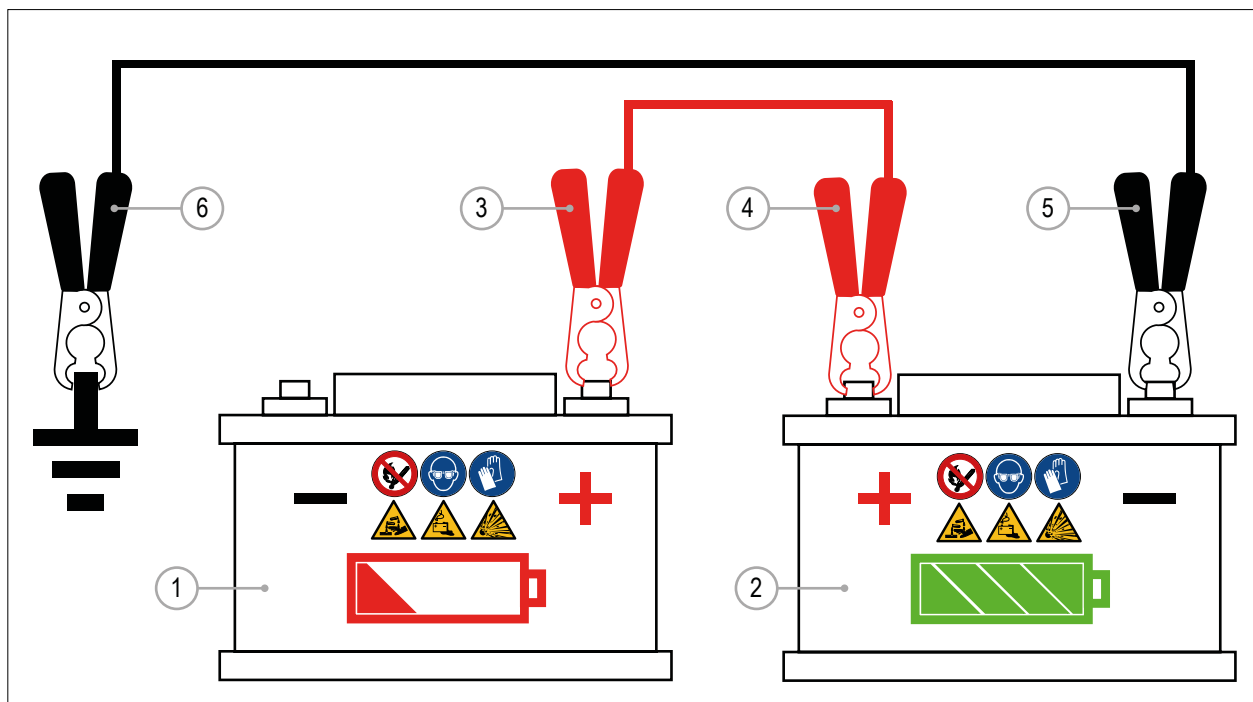

РИС. 36
Если аккумуляторная батарея машины (РИС. 36 - Сс. 1) неисправна, двигатель можно запустить с помощью вспомогательного аккумулятора и комплекта кабелей (РИС. 36- Сс. 2)
- 3) Подсоедините положительный (+) кабель вспомогательного аккумулятора к положительной (+) клемме аккумулятора машины (РИС. 36 - Сс. 3). Возможно подключение к положительной клемме стартера (рис. 42 - Сс. 4).
- 4) Подключите другой конец положительного (+) вспомогательного кабеля к положительному (+) полюсу вспомогательного аккумулятора (РИС. 36 - Сс. 4).
- 5) Подсоедините отрицательный (-) кабель вспомогательного аккумулятора к отрицательному (-) полюсу вспомогательного аккумулятора (РИС. 36 - Сс. 5).
- 6) Подсоедините другой конец отрицательного (-) вспомогательного кабеля к металлической части рамы машины или двигателя в отдалении от аккумулятора машины (РИС. 36 – Сс.. 6).